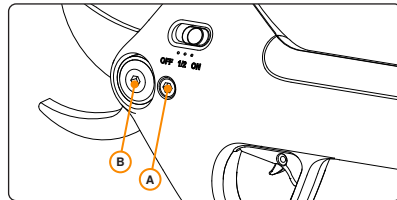

Figura 7. Îndepărtarea capacului angrenajului.
2. Îndepărtați capacul angrenajului. Deșurubați (2) șuruburile imbus de 4 mm, după cum se vede în Figura 7